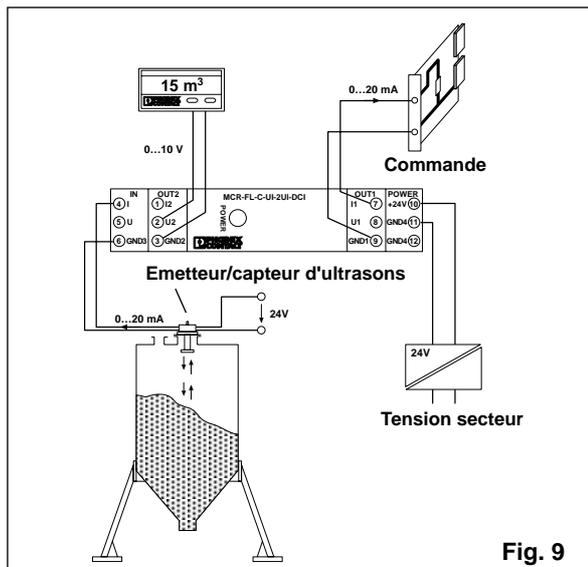

Fig. 9
4. Exemple d'application (fig. 9)